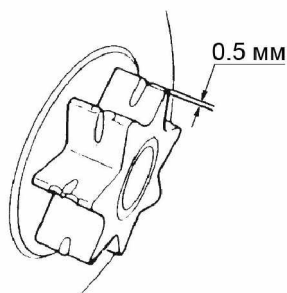

Рис. 27.
5. Ведущая звездочка. См. Рис. 27.